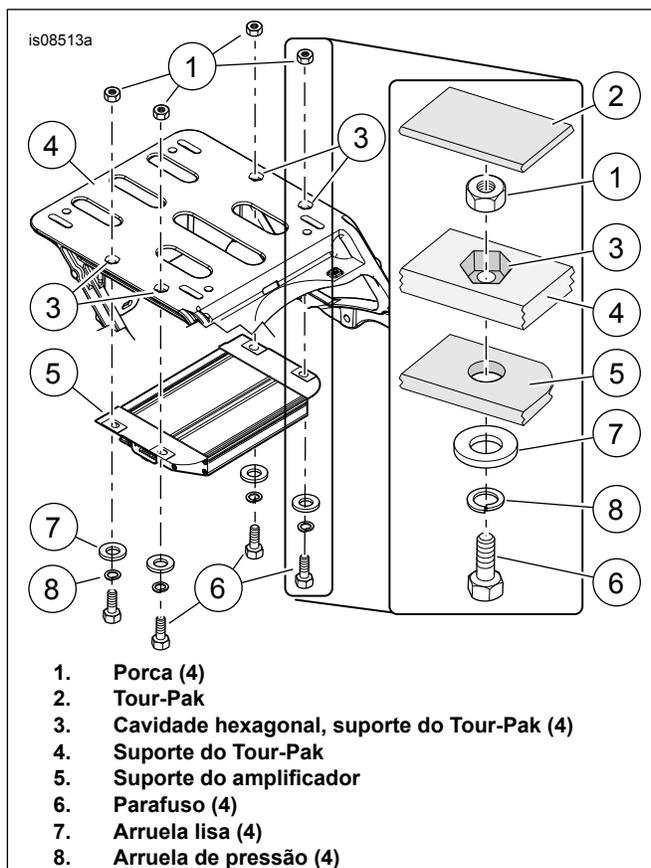

Figura 2. Instalação do amplificador
7. Consulte Figura 2. Coloque porcas hexagonais (1) nas cavidades hexagonais (3) no suporte do Tour-Pak (5).
10. Instale o amplificador. Prenda com arruelas lisas (7), arruelas de pressão (8) e parafusos (6). Aperte os parafusos com torque de 6,8–8,1 N·m (60–72 in-lbs).